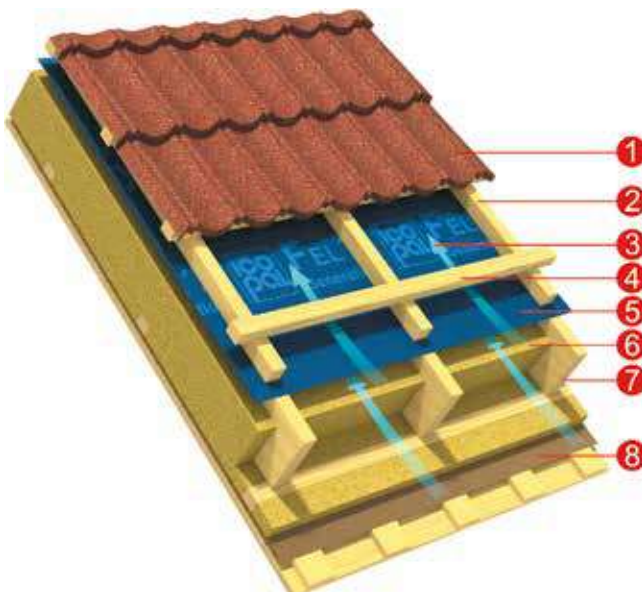

Рисунок 4
4.3 Утепленная крыша с паронепроницаемой ветро-гидрозащитной мембраной ФЕЛИКС (Рисунок 4).
4.5 Дополнительный вентиляционный канал высотой не менее 50 мм устраивается в конструкции утепленной крыши между паронепроницаемой ветро-гидрозащитной мембраной ФЕЛИКС и теплоизоляционным слоем (Рисунок 4).